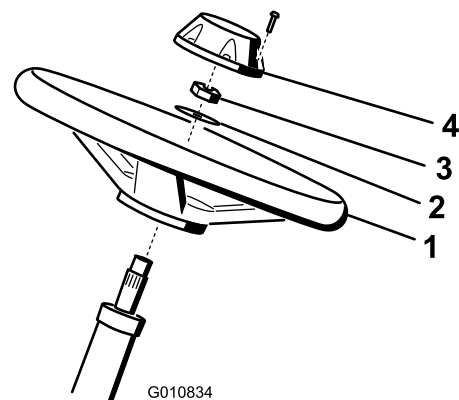

Bild 4
1. Schieben Sie das Lenkrad auf die Lenkwelle (Bild 4).
2. Schieben Sie die Scheibe auf die Lenkwelle (Bild 4).
- Befestigen Sie das Lenkrad mit einer Sicherungsmutter an der Welle und ziehen es auf 27-35 Nm an (Bild 4).
- Setzen Sie den Deckel auf und befestigen ihn mit sechs Schrauben am Lenkrad (Bild 4).